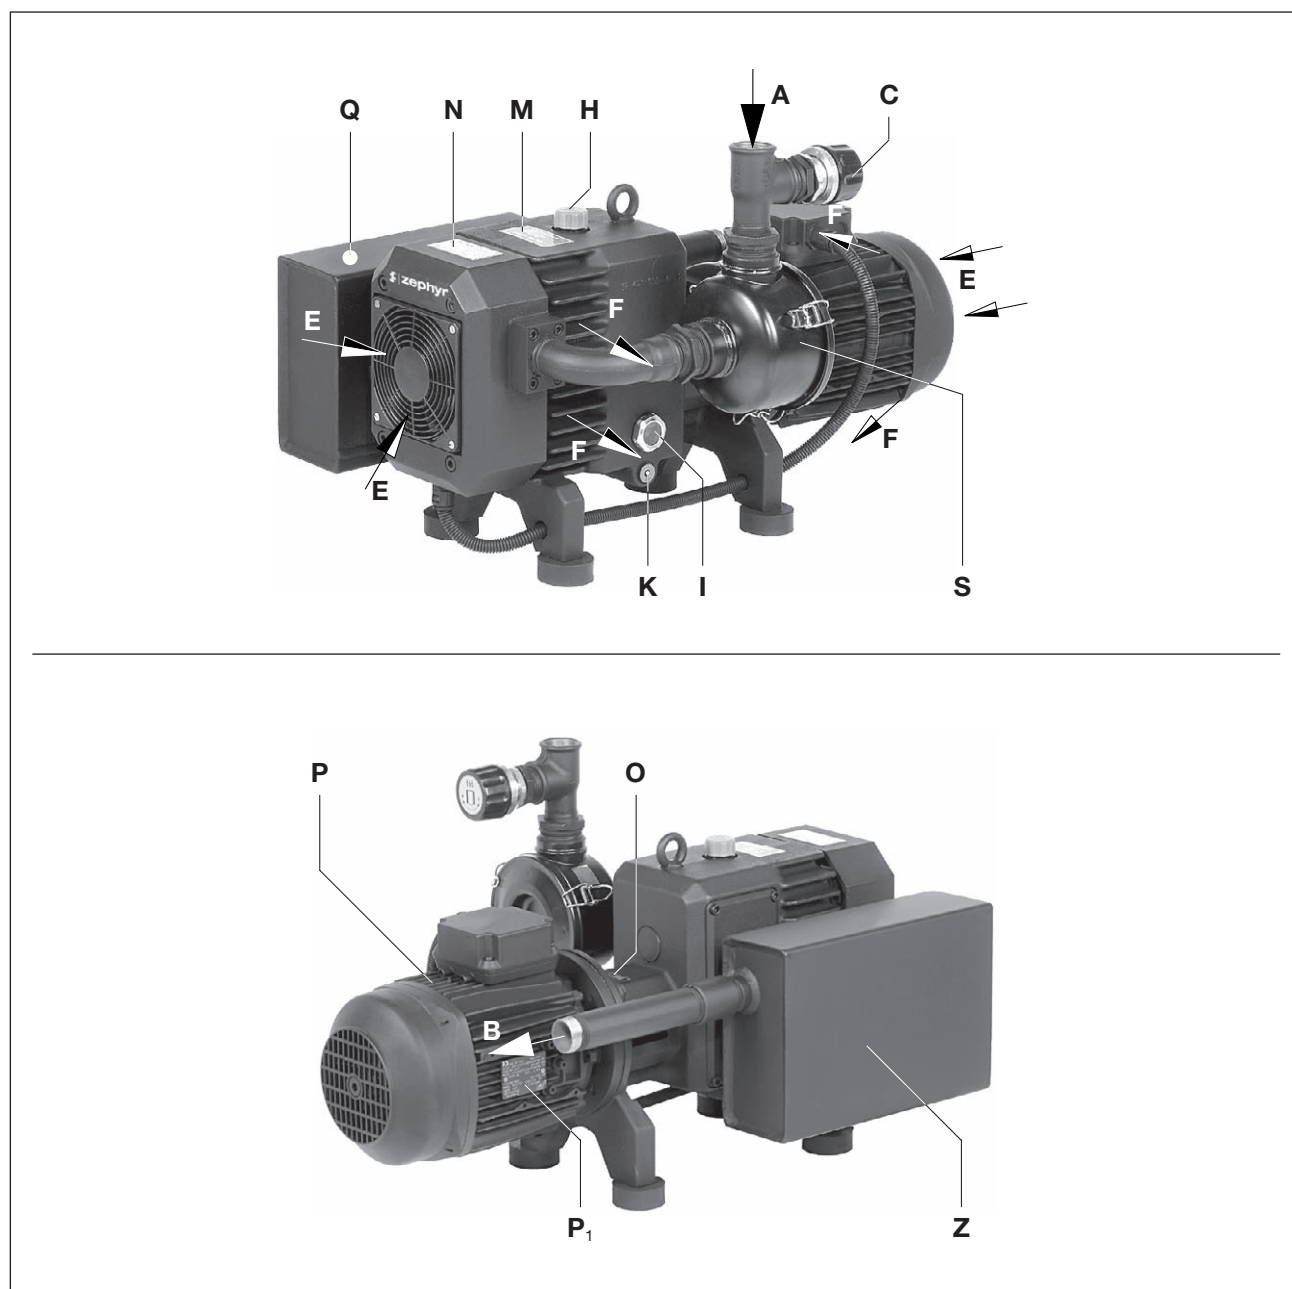
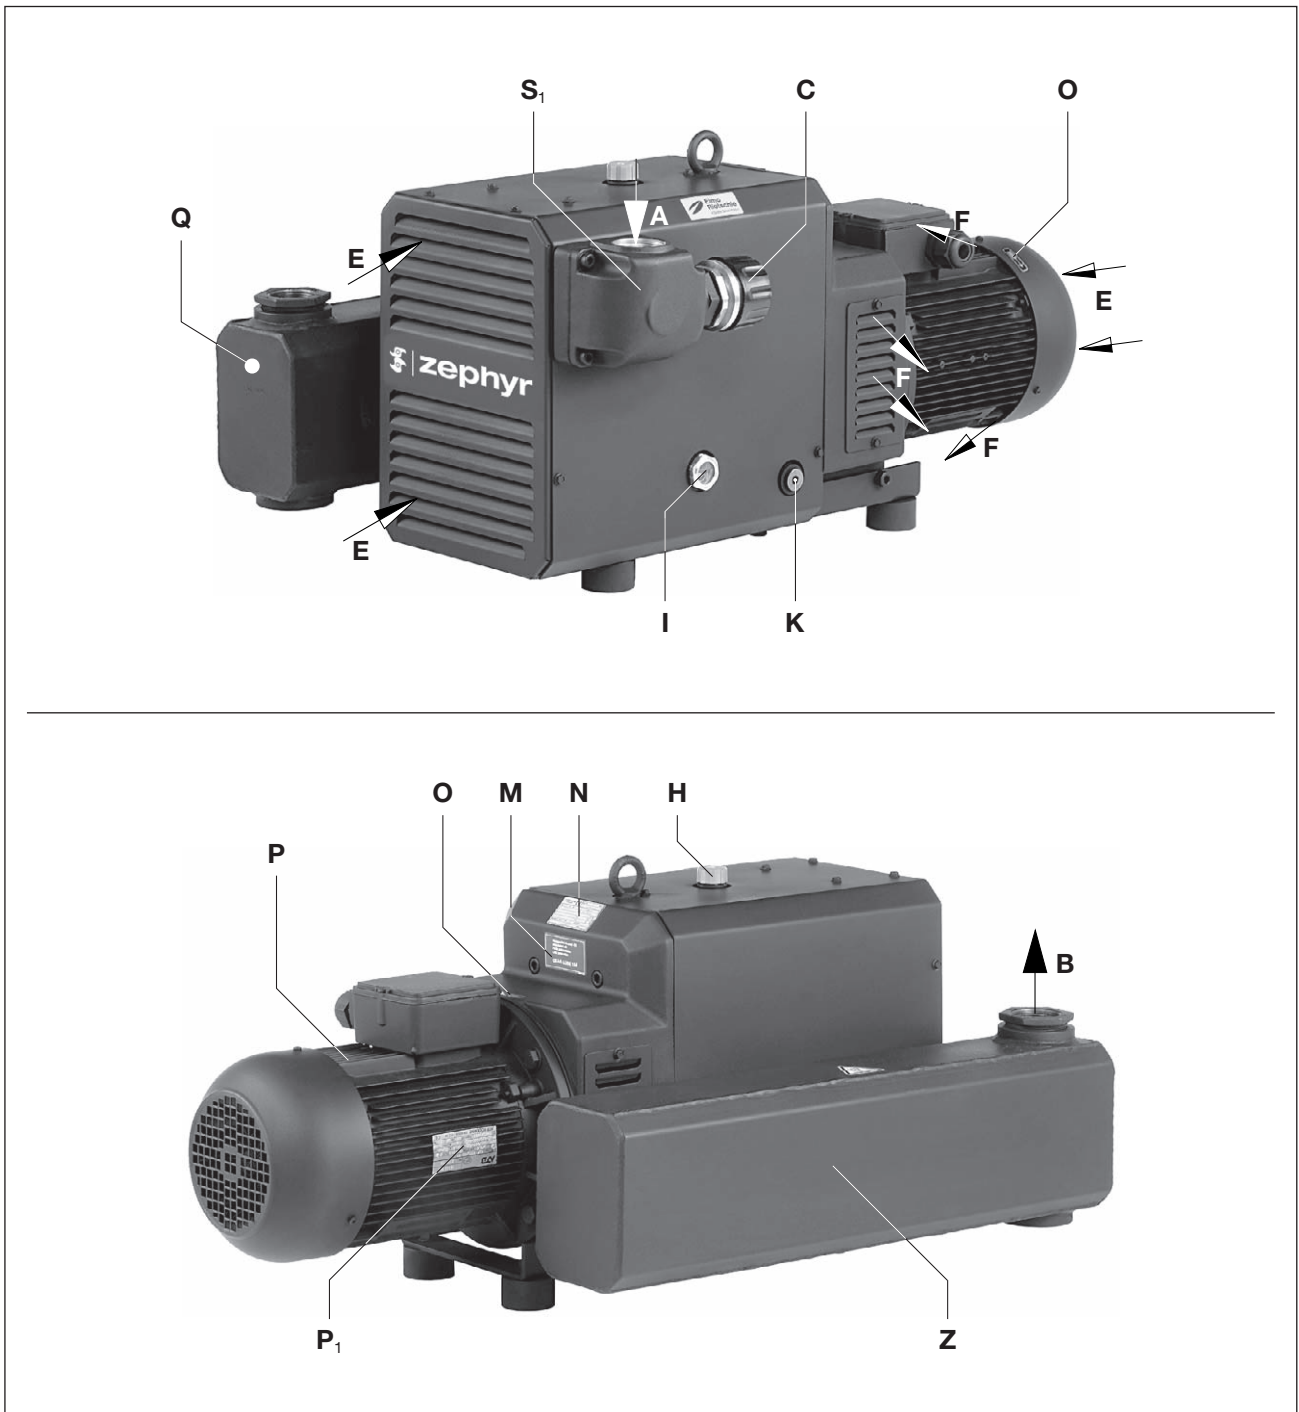

Fig. 2 Pompa per vuoto C-VLR 60
Fig. 3 Pompa per vuoto C-VLR 150
Per eliminare il calore della compressione, l'aria di raffreddamento viene aspirata con l'ausilio di un ventilatore che aspira l'aria fresca (Fig. 3/E) e che soffia via l'aria calda dall'uscita dell'aria di raffreddamento (Fig. 3/F), fra il compressore e la calotta.
Una valvola di regolazione del vuoto (Fig. 3/C) consente l'impostazione di un vuoto desiderato.
Riempimento olio (Fig. 2/H... 4/H), finestrelle ispezione olio (Fig. 2/I... 4/I) e scarichi olio (Fig. 2/K ... 4/K) devono essere facilmente accessibili.
Gli ingressi dell'aria di raffreddamento (Fig. 2/E... 4/E) e le uscite dell'aria di raffreddamento (Fig. 2/F... 4/F) devono avere una distanza di almeno 30 cm dai muri circostanti. L'aria di raffreddamento fuoriuscita non deve essere riaspirata.
Per i lavori di manutenzione deve essere prevista una distanza di 40 cm prima del filtro di aspirazione (Fig. 2/S) e il cassetta di connessione (Fig. 3/S₁, 4/S₁).
a) Collegamento vuoto (Fig. 2/A... 4/A).